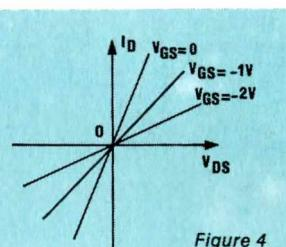
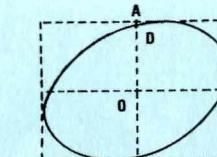

Figure 4
Figure 2
Dans le réseau de la **figure 2**, elle coupe l'axe horizontal au point d'abscisse  $E$ , et l'axe vertical au point d'ordonnée  $E / R_c$ . La partie utilisable de la droite de charge ne s'étend que de  $A'$  à  $B'$ , en raison du courant de fuite et de la tension de saturation, mais  $A'$  et  $B'$  sont généralement très proches de  $A$  et  $B$ . L'excursion maximale sera donc obtenue en choisissant le point de repos  $P$  (point de fonctionnement en l'absence de signal) au milieu du segment  $AB$ . La tension  $V_{CE}$  est alors  $E / 2$ , et le courant de collecteur est l'ordonnée du point  $P$ , soit sensiblement  $E / 2R_c$ . Le courant de base est celui qui correspond à la caractéristique passant par  $P$ .
1. **Les caractéristiques  $I_D = f(V_{DS})$** . Elles sont montrées à la **figure 2**, et se relèvent pour différentes valeurs (négatives, cas du canal N) de  $V_{GS}$ . Au-delà de la tension de coude, le courant  $I_D$  reste pratiquement constant lorsque  $V_{DS}$  varie. Si on augmente  $V_{DS}$ , le courant de drain croît brusquement, en raison d'un phénomène d'avalanche. Pour la caractéristique correspondant à  $V_{GS} = 0$ , cette tension se note  $BVDG$  (Breakdown Voltage Drain-Gate). Si on limite la dissipation de puissance (donc l'intensité  $I_D$ ), le régime d'avalanche n'est pas destructif.
Contrairement aux transistors bipolaires, le FET ne présente pas de phénomène d'offset : dans le réseau de Kellogg de la figure 2, toutes les caractéristiques passent par l'origine, et se prolongent dans le quadrant des  $I_D$  et  $V_{DS}$  négatifs, puisque le FET est un dispositif à priori symétrique. Cette zone est agrandie dans la figure 4.